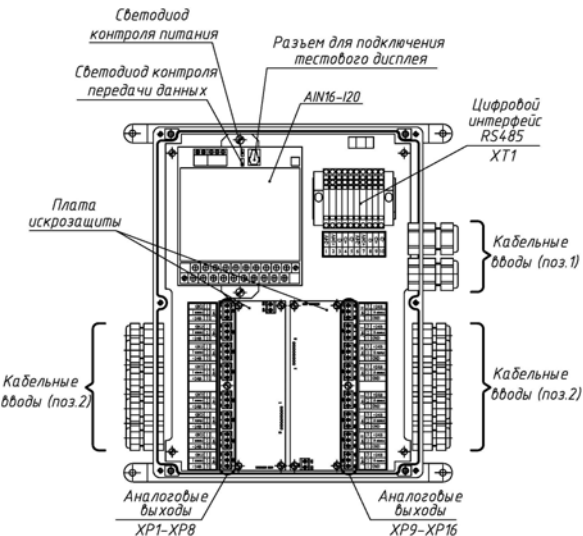

Рис.3
4.4 Светодиод контроля питания сигнализирует о наличии напряжения питания (непрерывное свечение). Светодиод контроля передачи данных сигнализирует о наличии передачи данных (мигание). На модуле дискретного ввода DIN16-24 установлены 8 светодиодных индикаторов (рис.3). Индикатор светится, когда состояние соответствующего вывода принимает значение ON.